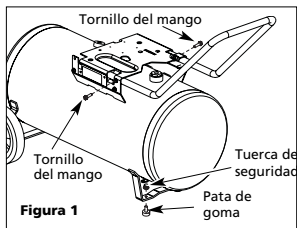

Figura 1
- Introduzca el mango en la cubierta y en la platina de base como indicado en la Figura 1. El mango tiene que ajustarse en los orificios especiales de la platina de base.
Introduzca los montantes roscados de las patas de goma en los orificios de la ménsula delantera. Ajuste con tuercas de seguridad (Vea la Figura 1).